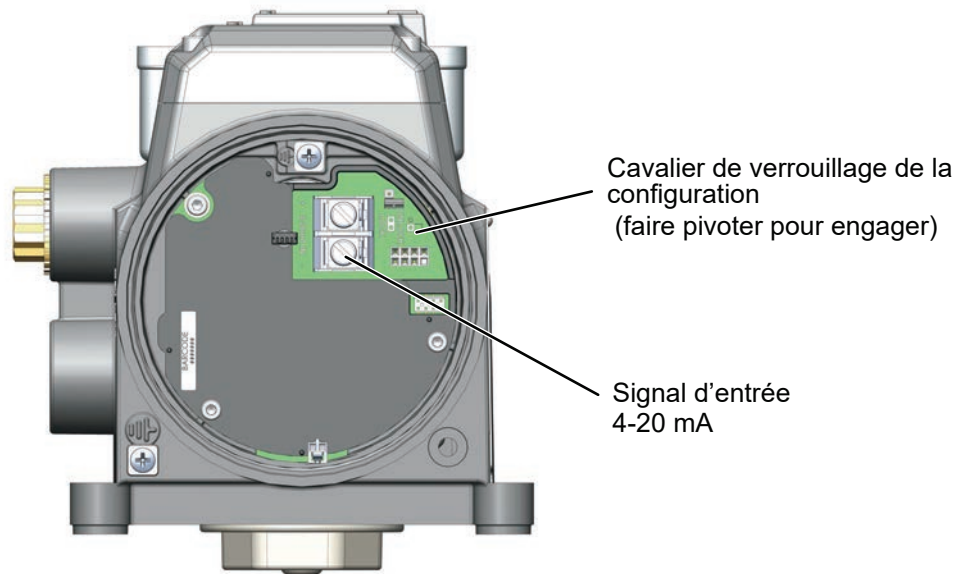

Figure 17 - Connexions au module électronique principal (via la plaque à bornes)
5. Localisez le bornier approprié sur la plaque à bornes (voir la figure 17).